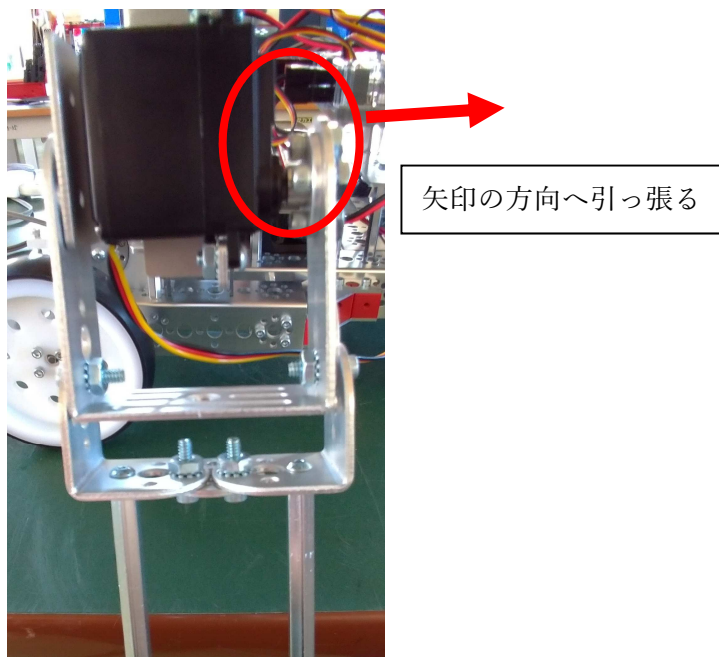

図 18 指先の調整
(1)図 18 のようにサーボモータと金具が接続されている所を矢印の方向へ引っ張る。